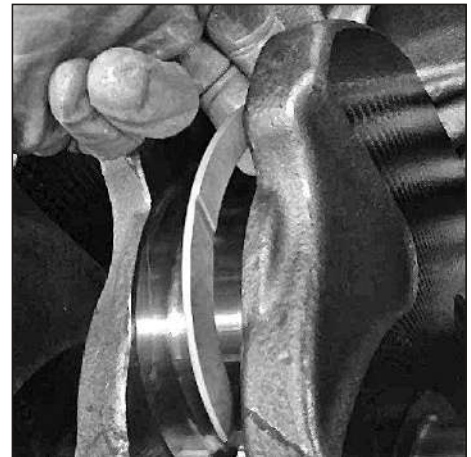

Рис. 97. Установка упорных полуколец.
4. Установить верхние упорные полукольца прорезью к щеке вала коленчатого (см. Рис. 97).
7. Установить крышки коренных подшипников вала коленчатого с вкладышами, соблюдая нумерацию. Среднюю крышку установить вместе с полукольцами выпуклой частью к щеке вала коленчатого (см. Рис. 97).